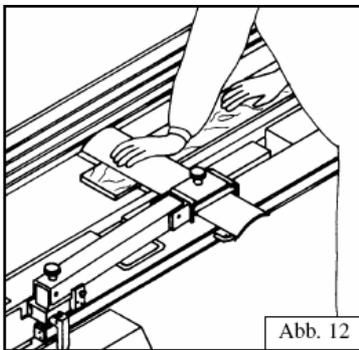

Abb. 12
- ↓ Avec la main droite déplacer une extrémité de la pièce sous le protecteur de lames et laisser que la pièce dépasse le protecteur. Avec les deux mains en positions comme fig. 12, 13, 14, déplacer toute la pièce.
Dégauchissage (Fig. 12, 13, 14)